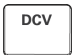

图 2-1 ACV 端子连接和显示
- 2 按图 2-1 所示，将红色和黑色测试引线连接到各自的输入端子。